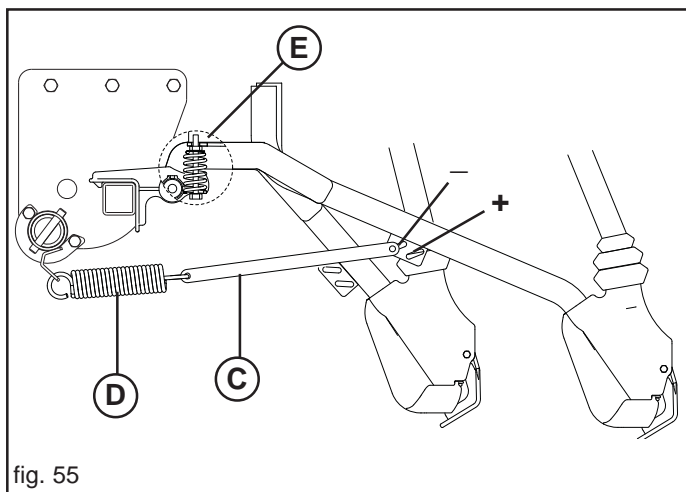

fig. 55
On peut ultérieurement régler la pression, séparément, en changeant la position de la tringle (C, Fig. 55).
Uniquement pour la version avec les socs en sabot, un accessoire est disponible : il s'agit d'un ressort (E, Fig. 55) qui permet de remettre à zéro le poids de chaque élément lorsque le ressort (D) est complètement déchargé. Dans ce cas, il est possible d'effectuer des semis superficiels.